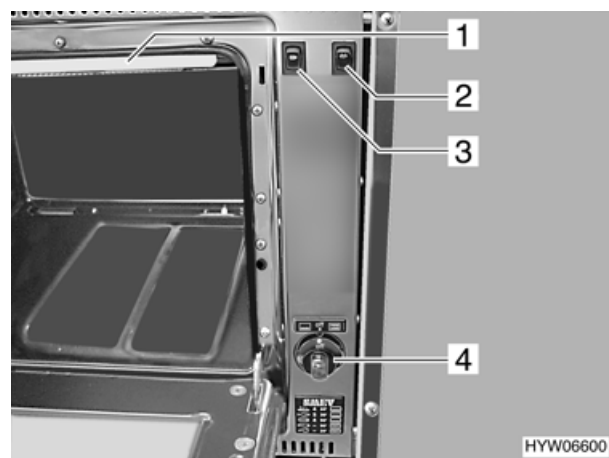

Fig. 76 Forno a gas
- Posizionare il pomello girevole (Fig. 76,4) sulla posizione forno  o girarrosto .
- Girare il pomello girevole (Fig. 76,4) in posizione "off".
- ▶ Durante l'uso del grill togliere la bandella di protezione (Fig. 76,1) e lasciare sempre lo sportello del forno aperto fino a metà corsa.
- ▶ Il motore del girarrosto può essere messo in funzione usando l'interruttore a bilico (Fig. 76,3) sia selezionando la funzione "Cottura" sia la funzione "Grill".